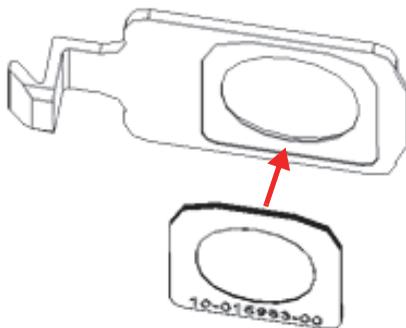

Abbildung 4-8 Neues Messfenster auf Messfensterplatte ausgerichtet
2. Richten Sie das Messfenster auf der Messfensterplatte aus und drücken Sie es fest (Abbildung 4-8 auf Seite 67).